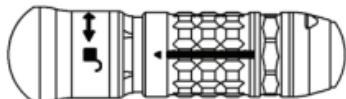

Figura 1
- Limpar suavemente com a escova as canulações dos acessórios de ligação enquanto imersos na solução de limpeza. Usar a Escova de Limpeza Anspach (ACB) em todos os acessórios de ligação excepto no MA-20-G1 e nas Mangas de Rolamentos dos Acessórios de Ligação de Acesso Mínimo. Usar a Escova de Limpeza de Pequeno Diâmetro (SDCB) no MA-20-G1 e nas Mangas de Rolamentos dos Acessórios de Ligação de Acesso Mínimo. Se o acessório de ligação tiver uma manga de libertação (Figura 1), mover a manga e limpar com a escova a área exposta.
- Manipular todas as peças móveis tais como as mangas de libertação (Figura 1).